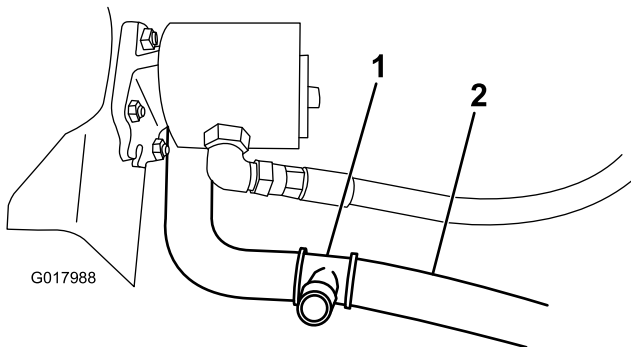

Figure 11
2. Coupez le flexible inférieur de radiateur à 9 cm environ de son axe, au niveau du coude à 90 degrés (Figure 11).
3. Branchez le raccord en T à chaque extrémité nouvellement coupée du flexible inférieur de radiateur à l'aide des 2 larges colliers de serrage (Figure 11).